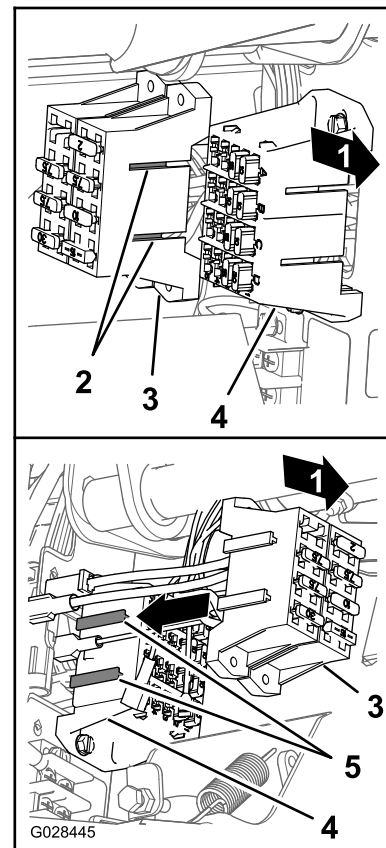

Figure 26
4. Alignez les éléments en T du porte-fusibles du pulvérisateur et les fentes en T du porte-fusibles de la machine, et glissez le porte-fusibles du pulvérisateur dans les fentes jusqu'à ce qu'il soit parfaitement fixé (Figure 26).